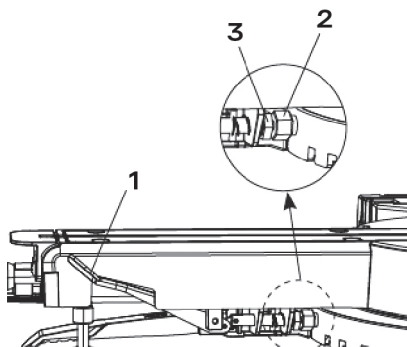

рис. 22
1. Надавить на рычаг блокировки кулачка (1) и заблокировать его (рис. 22).
2. Если при нахождении рычага в нижнем положении стол перемещается, повернуть стопорную гайку (2) влево, используя ключ на 13 мм, чтобы расширить запорное устройство вплотную к основанию поворотной пилы.
4. Повернуть стопорную гайку (3) вправо, чтобы зафиксировать стопорный механизм поворота на месте.